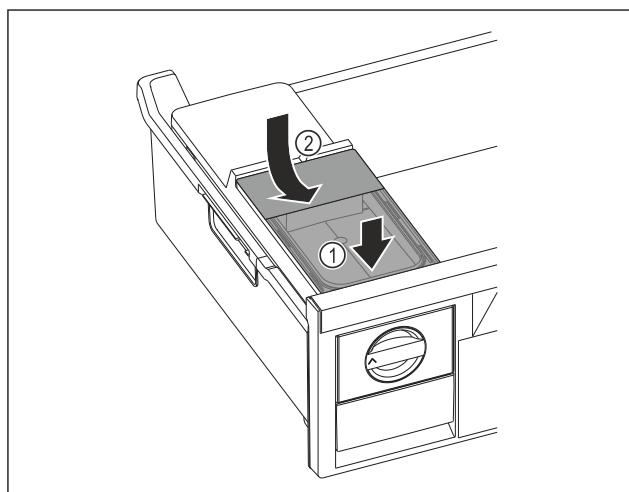

Fig. 125
- Установите бак для воды спереди. Fig. 125 (1)
- Опустить бак для воды сзади. Fig. 125 (2)